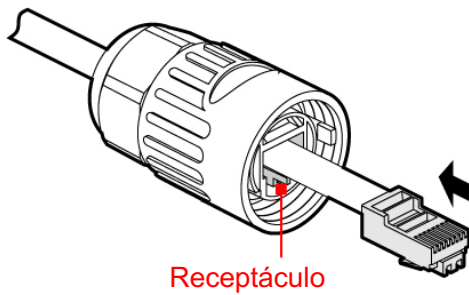

Figura3-32 Posição do receptáculo
- Etapa 2 Depois de crimpar, insira o conector RJ45 no receptáculo e aperte a contraporca, como exibido na Figura3-32.